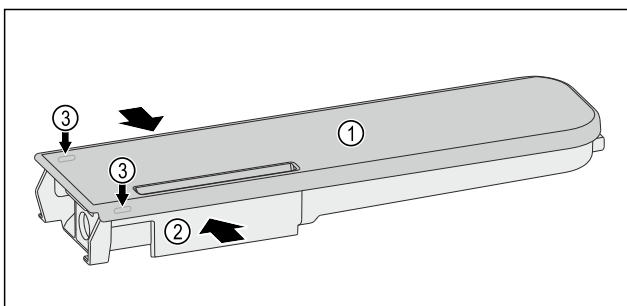

Fig. 174
- Wasserbehälter Fig. 174 (2) zusammendrücken und Deckel Fig. 174 (1) vorsichtig über die Rastnasen Fig. 174 (3) hebeln und hochziehen.
- Deckel Fig. 174 (1) leicht hin- und herbewegen und nach oben entnehmen.